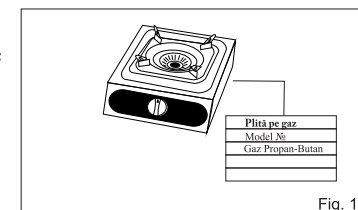

Fig. 1
- Nu folosiți alt gaz decât cel specificat în acest manual de utilizare și pe eticheta aplicată pe aparat (fig.1)